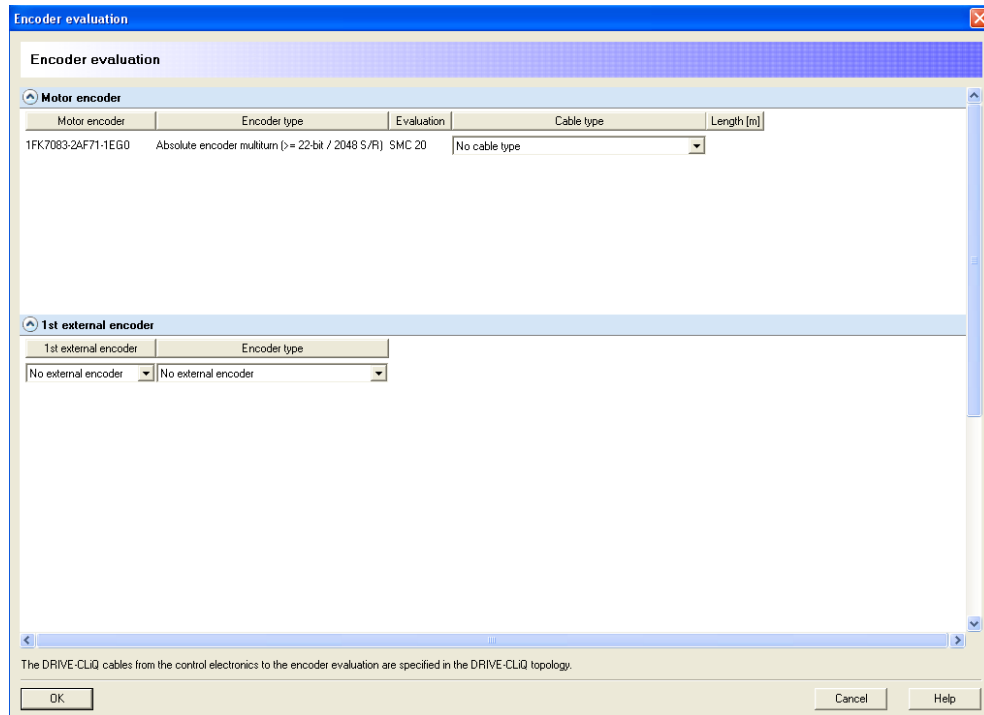

Figura 3.2.59 “Encoder evaluation”
- *Encoder evaluation*: pulsando su respectivo icono aparecerá la pantalla mostrada en la figura 3.2.59, en la que se confirma que la evaluación del encóder será de encóder integrado en el motor, ya que no se ha configurado ningún tipo de encóder externo.